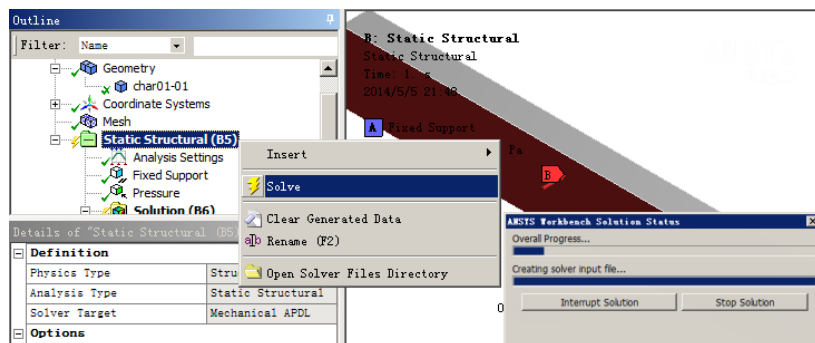

图 1-45 求解
- 步骤 06** 在 Outline (分析树) 中的 Static Structural (B5) 选项上单击鼠标右键, 在弹出的快捷菜单中选择 Solve 命令, 此时会弹出进度显示条, 表示正在求解, 当求解完成后进度条自动消失, 如图 1-45 所示。